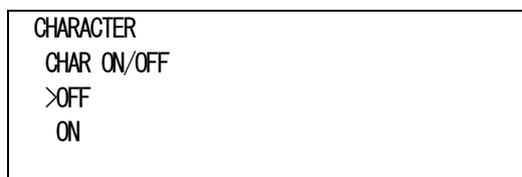

図4-18 オンスクリーンメニュー (CHAR ON/OFF例)
- 1) CHARACTERメニューで「CHAR ON/OFF[C ON]」を選択し、**ENTER** ボタンを押すと図4-18のような設定メニューが表示されます。